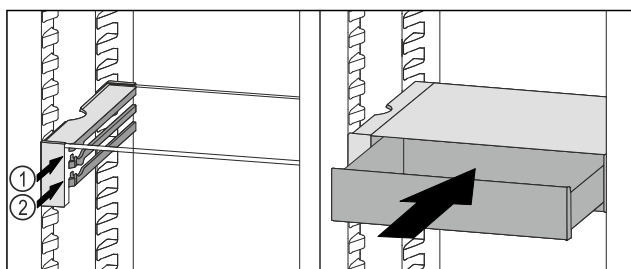

Fig. 103
- Vendosni sirtarin VarioSafe prapa ndaluesve në brinjën që dëshironi Fig. 103 (1) ose Fig. 103 (2).